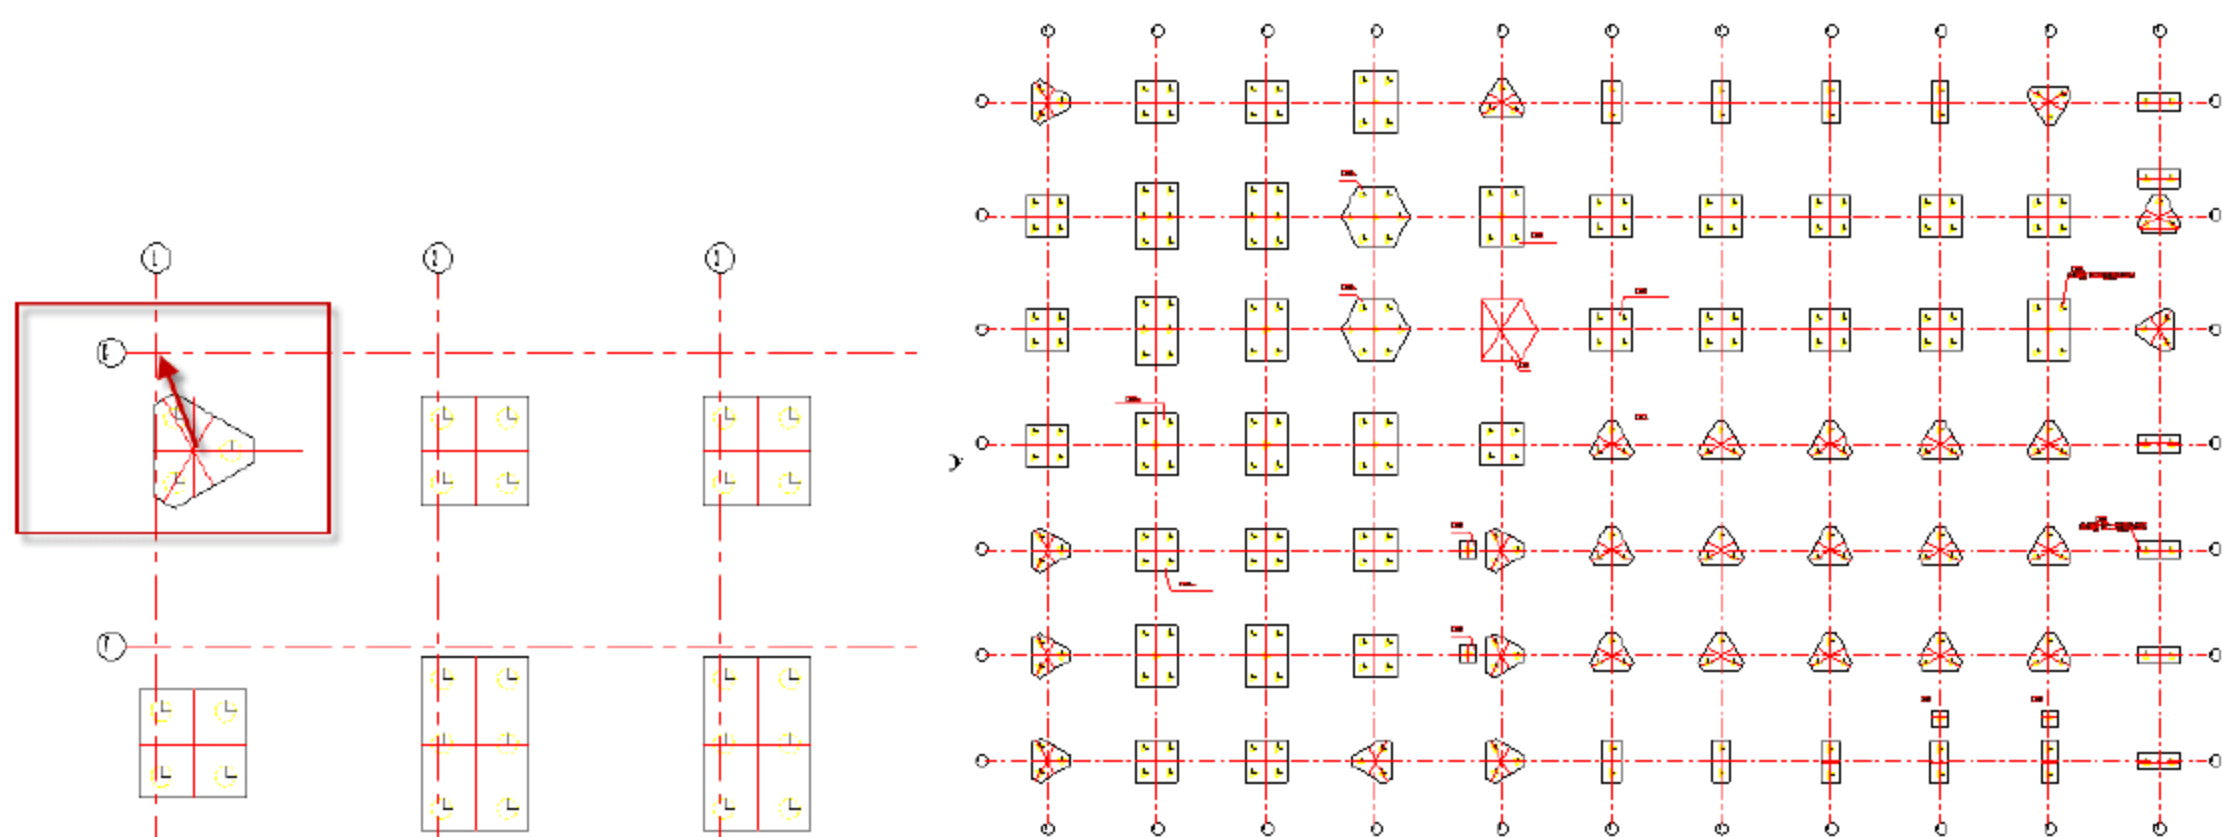

图 2.2.12 调整 CAD 图形
(9) 调整导入 CAD 图形位置。选择导入的图形，按快捷键 M+V，选定图形的拾取点，移到轴网的交点，如图 2.2.12 所示。导入的图形将作为绘制多边承台的辅助线。